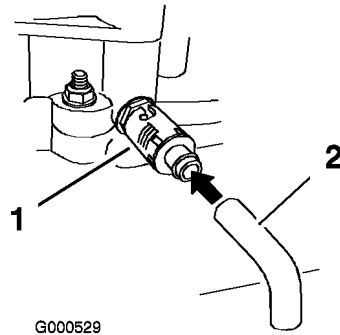

Bild 26
- Stellen Sie ein Auffanggefäß unter den Ablassschlauch. Drehen Sie das Ölablassventil, damit das Öl herauslaufen kann (Bild 26).
- Entfernen Sie den Ablassschlauch (Bild 26).